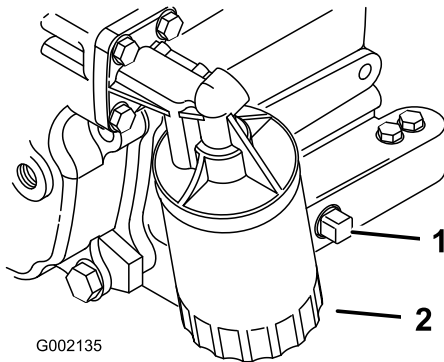

Figura 35
- Retire o tampão de escoamento (Figura 35) e deixe o óleo escorrer para um recipiente adequado. Quando o óleo parar, volte a montar o tampão de escoamento.
- Retire o filtro de óleo existente (Figura 35).